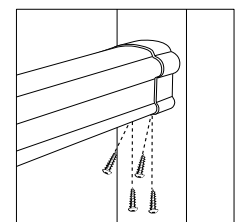

Figure 10
14. Enfoncer deux vis à travers le bas des supports de main courante supérieure jusqu'à dans la main courante (Figure 10).